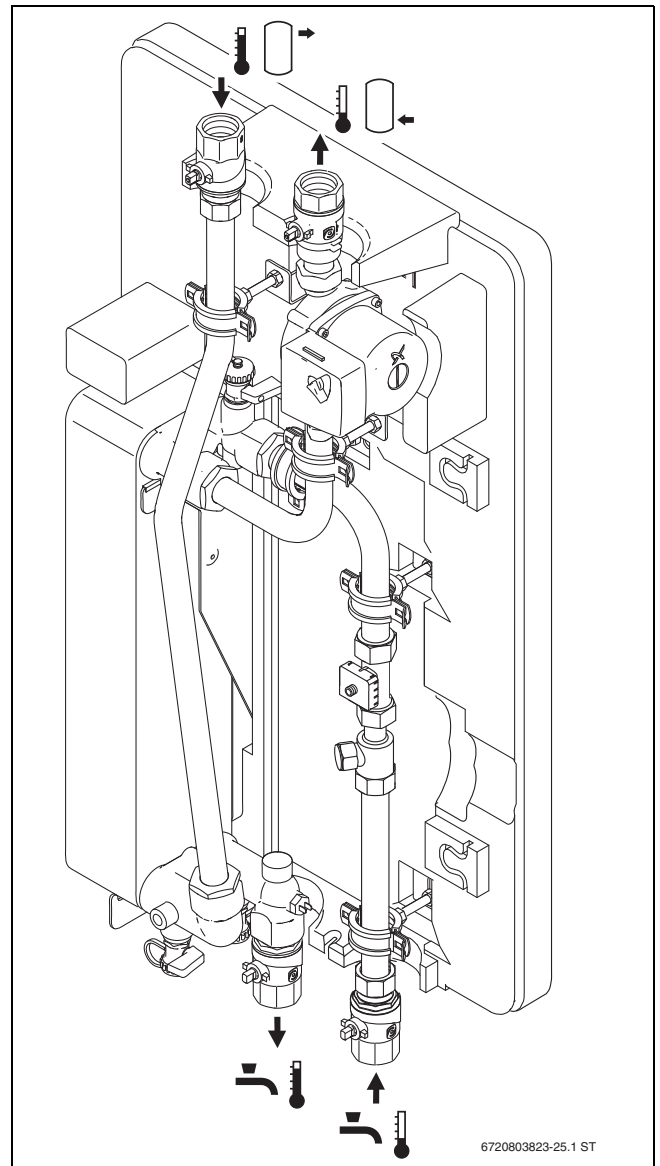

Bild 36 Anschlussbelegung Einzelstation
- Primär- und sekundärseitigen Anschluss an die Frischwasserstation vornehmen (→ Bild 36).